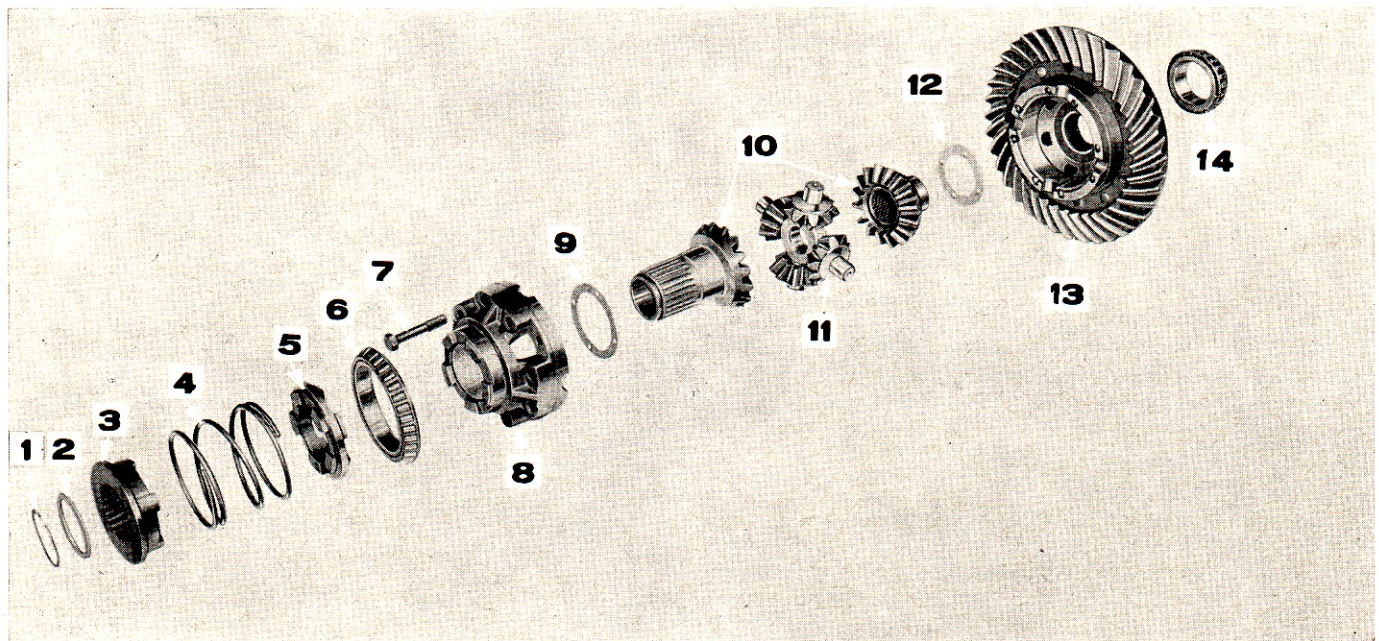

Figure 58: Vue éclatée du différentiel
1. Si le différentiel comporte un blocage, extraire le frein fixant l'accouplement coulissant sur le planétaire. Extraire la rondelle d'arrêt, l'accouplement coulissant, le ressort d'accouplement et l'adaptateur de boîtier (Figure 58).